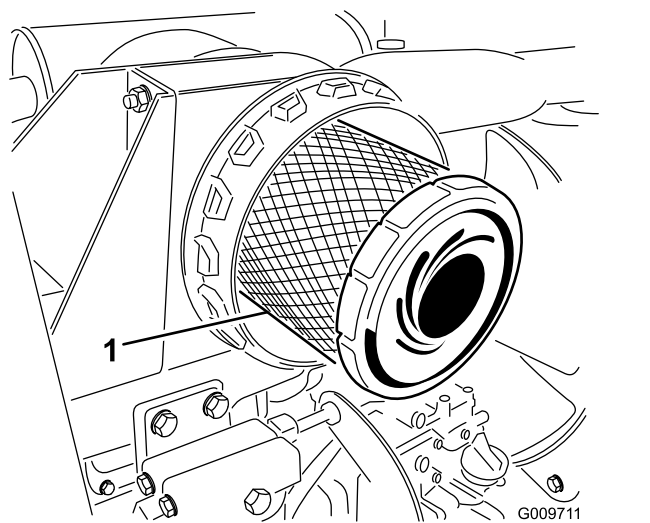

図 27
3. 1次フィルタ **図 27** を取り外して交換する。